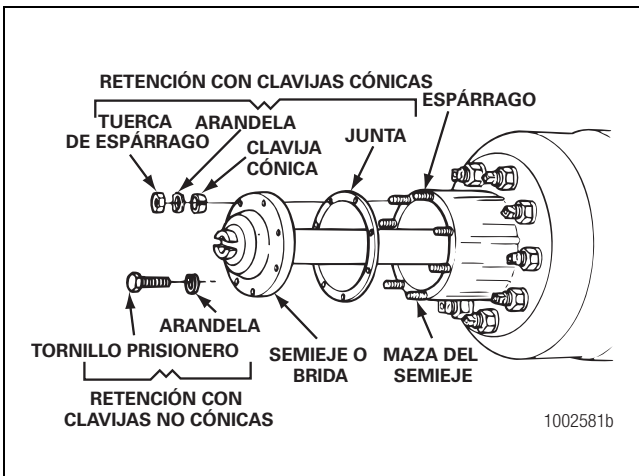

Figura 5.82
12. Instale las juntas y los semiejes dentro de la caja del eje y del portadiferencial. La junta y la brida del semieje deben calzar perfectamente contra la maza de la rueda. Figura 5.82.
3. Instale la junta y el semieje dentro de la caja. La junta y la brida del semieje deben calzar perfectamente contra la maza de la rueda. Figura 5.82.